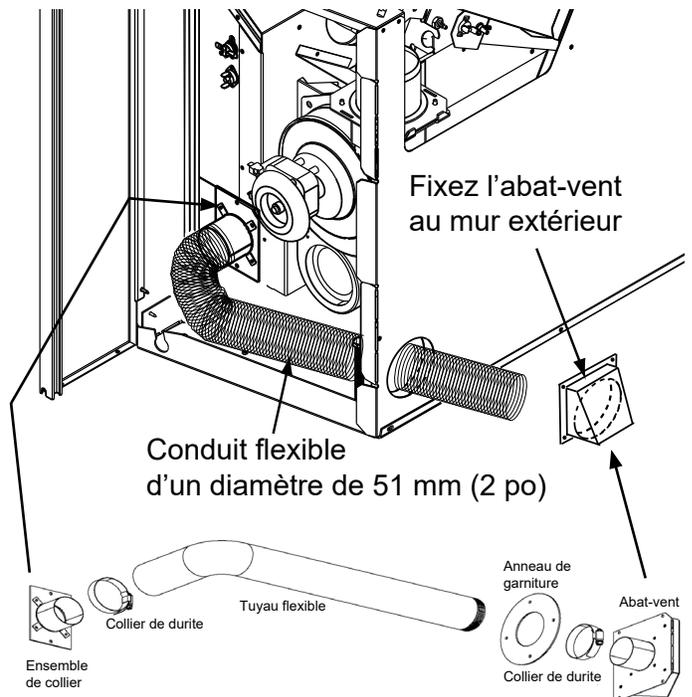

Figure 20.2
3. Utilisez un collet de durite pour fixer le tuyau flexible au collier (**Figure 20.2**).